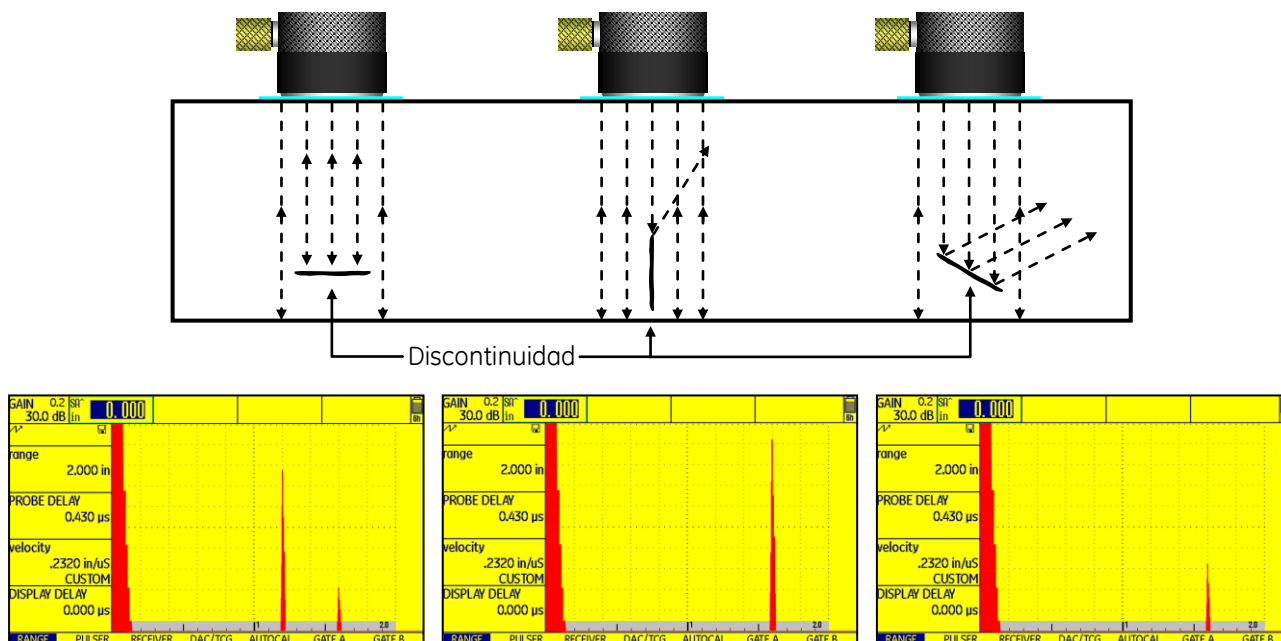

Figura No. 77: Efecto de la orientación de las discontinuidades
4. Orientación de la discontinuidad — Para que una discontinuidad sea fácilmente detectada su mejor orientación es que se encuentre perpendicular con respecto a la dirección en la que se propaga la onda ultrasónica. Las discontinuidades perpendiculares al haz ultrasónico producen las indicaciones con mayor amplitud y las discontinuidades paralelas al haz ultrasónico producen indicaciones pequeñas en comparación con su longitud. La figura No. 77 ilustra el efecto de la orientación sobre la detección de discontinuidades.